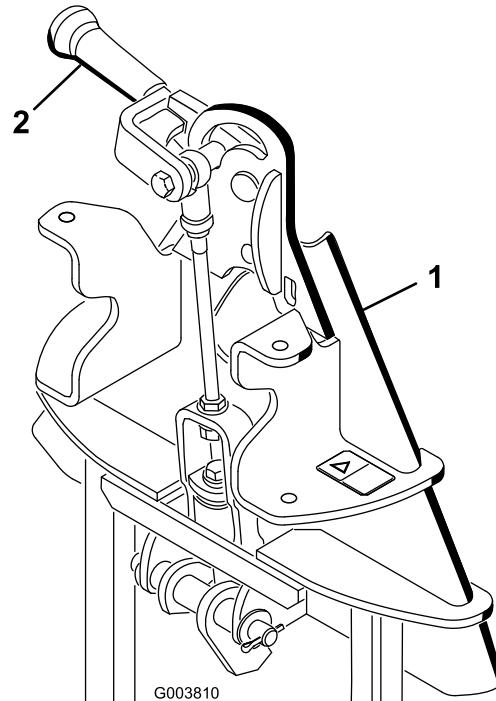

図 3
**注** ロック・レバー (図 3) が、車体後ろから見て左側 (解除位置) にセットされていることを確認してください。